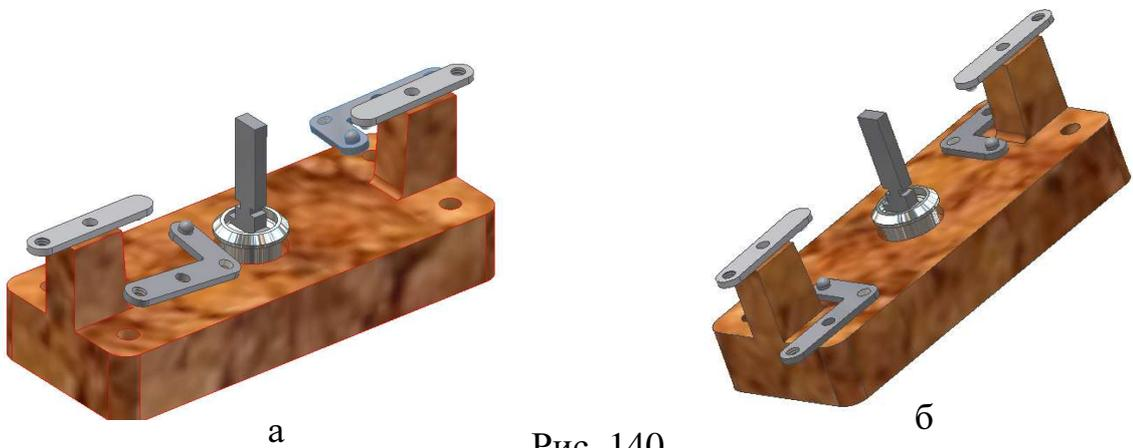

Рис. 140
Разместите на детали два экземпляра Kontakta 2, рисунок 140 а.
- 3) **совмещение между плоскостью корпуса и нижней плоскостью контакта.** Те же зависимости наложите для второго контакта (рис. 140 б). Сохраните файл.